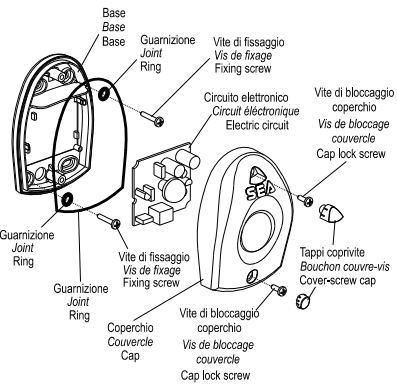

FIG. 3
- Fijar el Transmisor como se indica en la fig. 3.
- Fijar el Receptor como se indica en la fig. 3 teniendo cuidado de fijarlo en posición frontal, alineando sobre el mismo eje y la misma altura del transmisor.